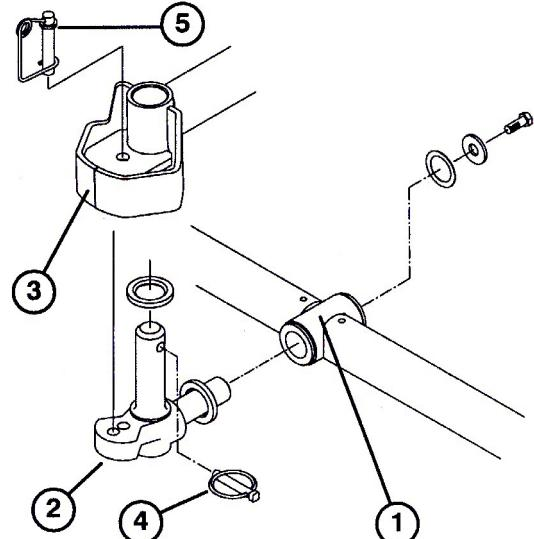

図 8
7. ピボット・ナックルの水平シャフトを、キャリア・フレームの取り付けチューブに通す(図8)。
8. スラスト・ワッシャ、平ワッシャ、フランジ・ヘッド・キャップスクリュを使ってピボット・ナックルをキャリア・フレームに固定する(図8)。
9. ピボット・ナックルの垂直シャフトに、スラスト・ワッシャを通す(図8)。
10. ピボット・ナックルを外しておいた場合には、ピボット・ナックルの垂直シャフトを昇降アームのピボット・ハウジングに通す(図8)。ピボット・ナックルを、昇降アームのステアリング・プレートの下にあるゴム製の2枚のセンタリング・バンパーの間にセットする。
11. ピボット・ナックルのシャフトについているクロス・ホールに、リンチ・ピンを通す(図8)。
注: カッティングユニットを固定モードで使用する場合には、ステアリング・ピンをピボット・ナックルの取り付け穴に差し込んでください(図8)。そして、ステアリング・ピンの下にスプリングを掛けしてください。